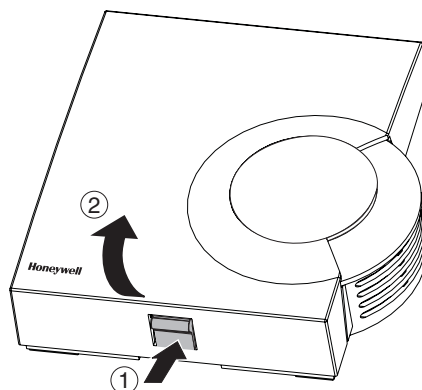

Figura 1: Rimozione del coperchio dell'alloggiamento
- ▶ Rimuovere il coperchio dell'alloggiamento del sensore termico per ambienti (vedere Figura 1).